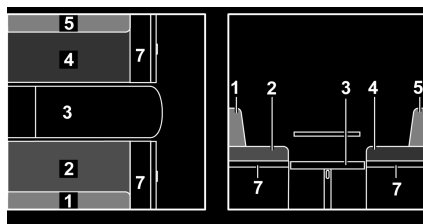

Fig. 106 Pendant la transformation
- Rabattre la rallonge de la banquette (Fig. 106,7) vers le haut et enclencher avec le rabat.